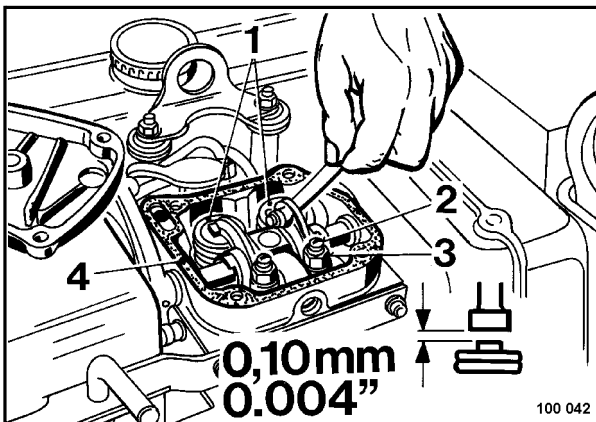

Fig. 9
- Comprobar el juego de válvulas con una galga de espesores de 0,1 mm en ambas válvulas 1 (Fig. 9), y corregirlo si necesario.